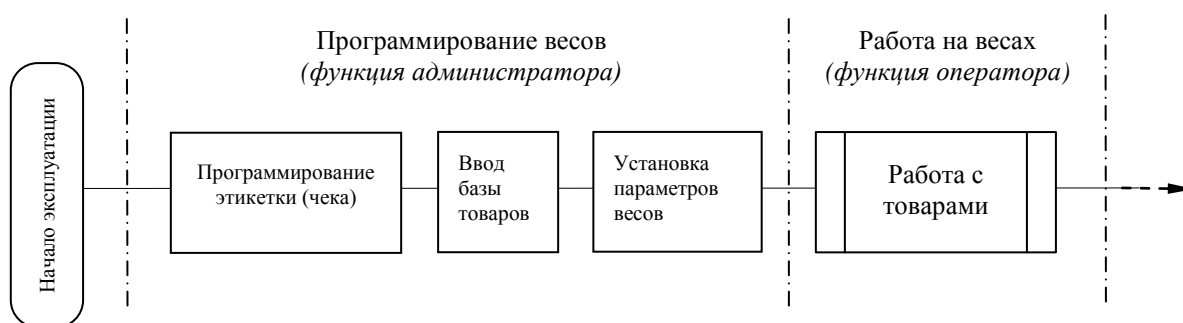

Рис. 2. Основные операции при эксплуатации весов ТВ_Р3
- непосредственная работа с товарами (см. Рис. 2).